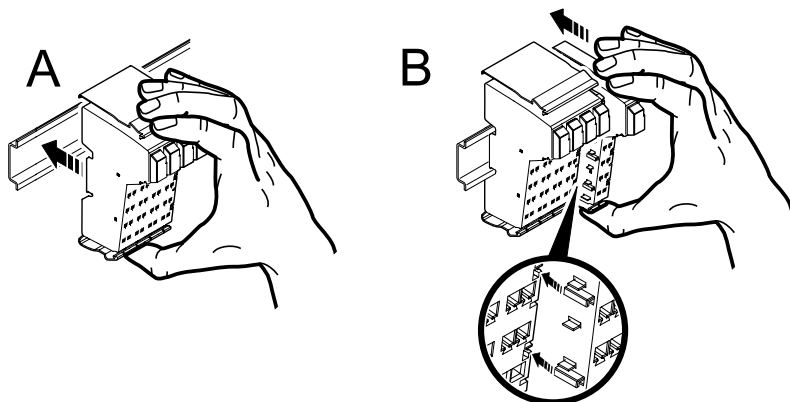

Abb. 10-10: Klemme auf Hutschiene aufrasten
2. Rasten Sie zuerst die für den Aufbau der Station benötigte Klemme senkrecht zur Hutschiene auf (A in Abbildung 10-10).
Achten Sie dabei darauf, dass **alle** Federn und Nuten benachbarter Klemmen ineinander greifen (B in Abbildung 10-10).